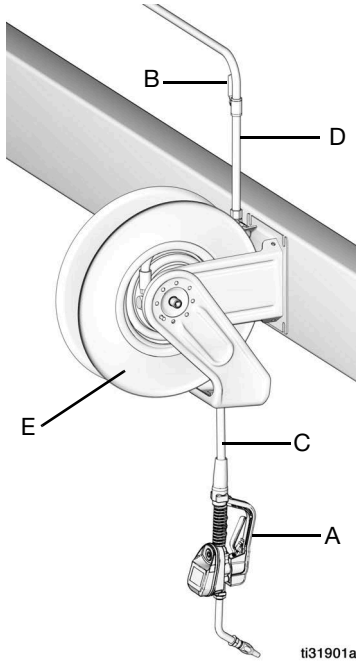

FIG. 6
Den typinstallation som visas i FIG. 6 är bara en vägledning. Det är inte en komplett systemdesign. Kontakta din Graco-distributör för att få hjälp med att utforma ett system som uppfyller dina behov.
2. Stäng avstängningsventilen (B, se FIG. 6, sidan 9).
1. Stäng vätskeavstängningsventilen (B, se FIG. 6, sidan 9) vid varje doseringsposition.
4. Öppna långsamt avstängningsventilen (B) vid doseringspositionen. Spola ur en tillräckligt stor mängd olja för att säkerställa att hela systemet är rent. Stäng sedan ventilen.